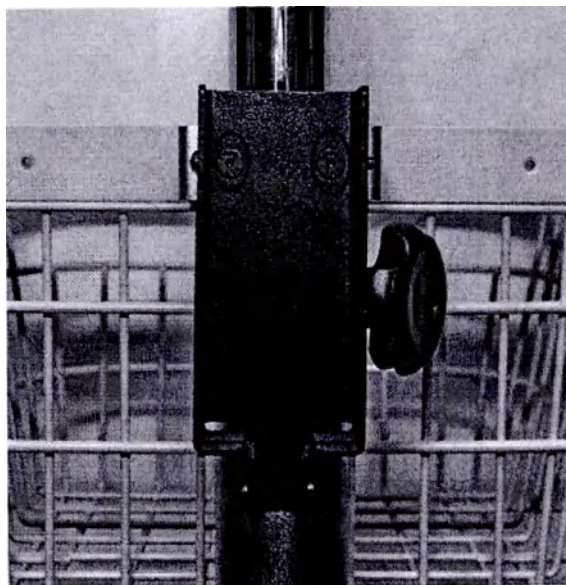

Рисунок 2.6. Крепление кронштейна источника питания на передвижную стойку
- а) Закрепите кронштейн источника питания к скобе штанги стойки IMS-003ТВАН2 двумя винтами DIN 7991 M5x10 из комплекта поставки, используя соответствующий шестигранный ключ (см рис.2.6).